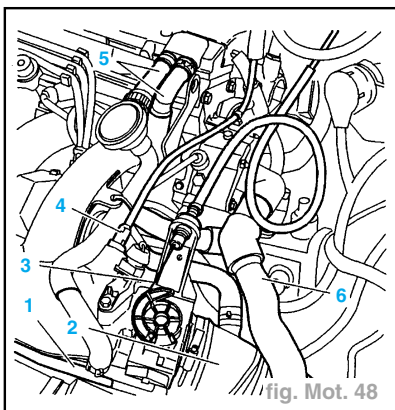

fig. Mot. 48
- Désaccoupler (fig. Mot. 48) :
- les tubes de recyclage des vapeurs d'huile (5).
- le raccord encliquetable (4) de pompe à vide (5).
- le raccord encliquetable (6) de sortie d'eau.
- la durit de canister (1).
- le câble d'accélérateur (3).
- le conduit de filtre à air (2).